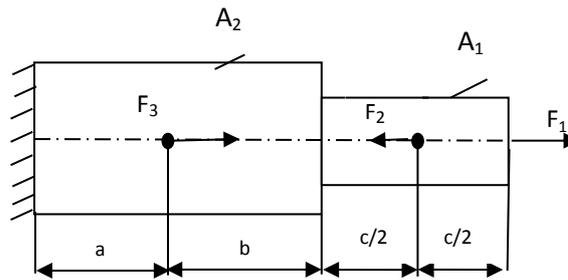

Рисунок 2.1. Схема нагружения бруса
**Задание.** Для ступенчатого бруса (рис. 2.1) требуется: